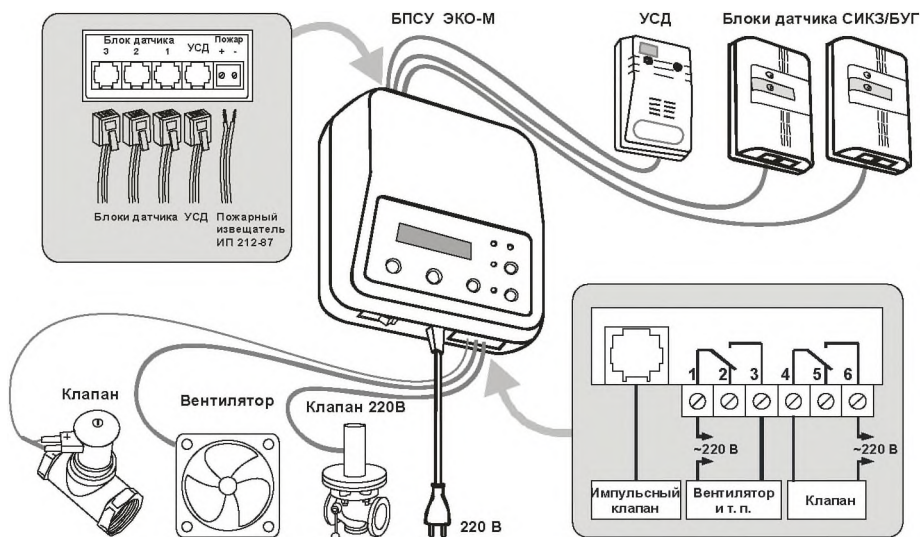

Рисунок 1 – Внешний вид Системы
1.1.2. К БПСУ можно подключить (см. рисунок 1):
На передней панели БПСУ (рисунок 1) расположены:
ВНИМАНИЕ! Кабель, соединяющий БД с БПСУ, подключать к розетке "УСД" БД (см. рисунок 1).